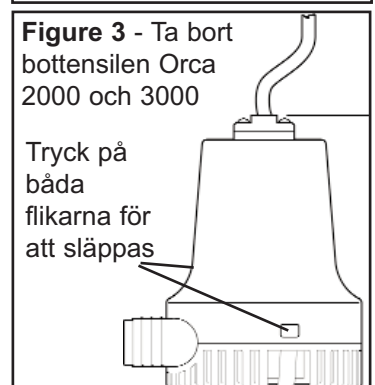

Figure 3 - Ta bort
- Sätt tillbaka pumpinneslutningen på bottensilen. Tryck ner inneslutningen på bottensilen tills låsknapparna snäpper i läge i hålen i inneslutningen (se fig 3).